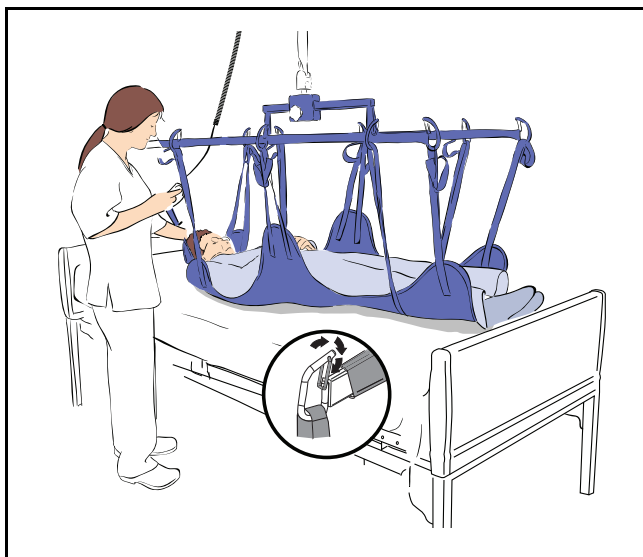

図 13
- 5) すべてのスリンググループを確実に取付けます (図 13 参照)
警告：ループスリングをストレッチャーフレームに取り付ける際には、図 13 に示すように、ループの配置が正しく、フックのラッチが閉じていることを必ず確認してください。